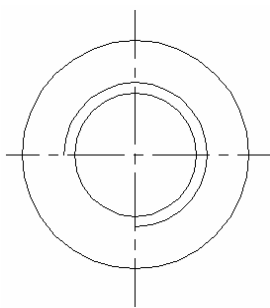

图 3-5
⑦ 选择【修剪】工具  修剪圆，即可绘制螺纹线，图形效果如图 3-5 所示。